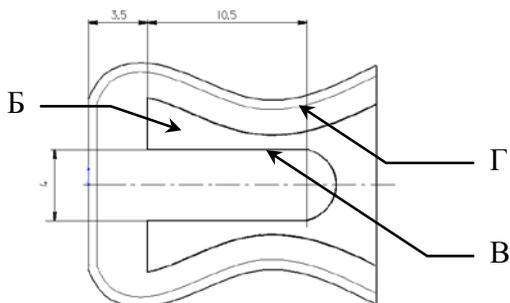

Рис. 5.4
1. В дереве конструирования Feature Manager выбрать фронтальную плоскость, развернуться выбранной плоскостью к экрану (кнопка  ) и зайти в режим эскиза (кнопка  ), рис. 5.4.
6. Задать размеры на начерченные элементы в соответствии с рис. 5.4 (кнопка ).